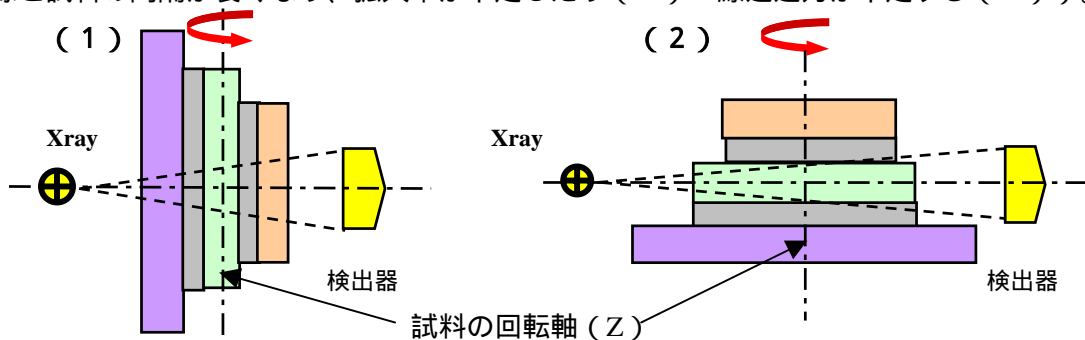

図2 従来形 CT 装置の試料配置
このような試料では従来形の CT 装置では図2の(1)か(2)の配置で試料をセットしていました(X 線源と試料の間隔が長くなり、拡大率が不足したり(1) X 線透過力が不足する(2))。